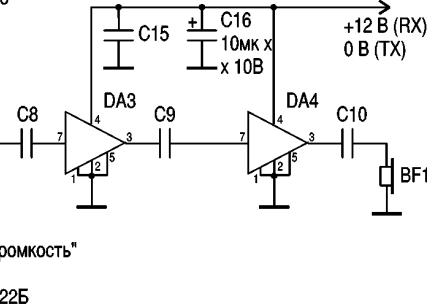

рис. 2
**В режиме приема (RX)** сигнал с диодного смесителя поступает на ФНЧ (C12, L1, C11), через конденсатор C7, резистор R7 (регулятор громкости) и конденсатор C8 – на DA3, а затем через C9 – на DA4. С вывода 3 DA4 усиленный сигнал через C10 поступает на высокоомные головные телефоны BF1 (например, TA-56М, ТОН-2 и другие, которые можно соединять как последовательно, так и параллельно). Если необходим громкий прием, то применяют схему, показанную на **рис.2**, которая позволяет подключать телефонный УНЧ к динамической головке BA1 мощностью 0,5 Вт.